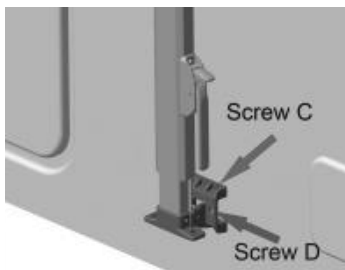

Figure C8 Figure C9
3.3 Retirez les supports inférieurs des bras, placez-les en position de montage inférieure à l'aide des plaques en aluminium et fixez-les avec les vis C et D (Figure C8). Assemblez ensuite le bras au support et fixez également les supports supérieurs avec les vis C et D. Assurez-vous que les deux bras sont à la même hauteur (Figure C9).